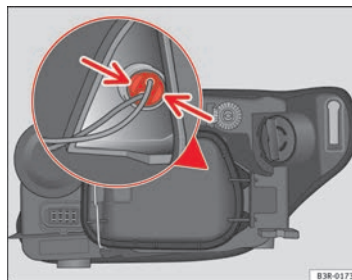

Abb. 201 Standlicht
- Leichten Druck auf die Laschen des Lampenträgers ⇒ Abb. 201 ausüben und zum Deckel hin ziehen (kann auch durch Ziehen an den Kabeln des Lampenträgers entnommen werden).